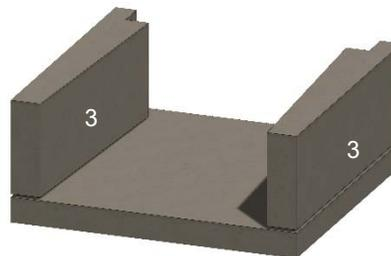

Figure 9. Parois latérales inférieures
C. Installez les parois latérales inférieures (3) en vous assurant qu'elles sont de niveau et d'équerre. Voir la Figure 9.